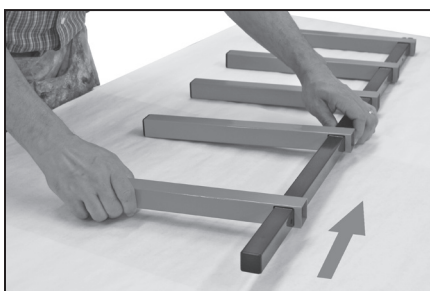

Figure 2
2. Insérez une vis dans le trou suivant, situé au-dessus de celui de l'étape 1. Positionnez en la glissant une autre barre orange. Répétez l'opération jusqu'à ce que toutes les barres soient installées en vous assurant que toutes les encoches sont dirigées vers le bas. Procédez de la même façon pour l'autre côté. Figure 2.